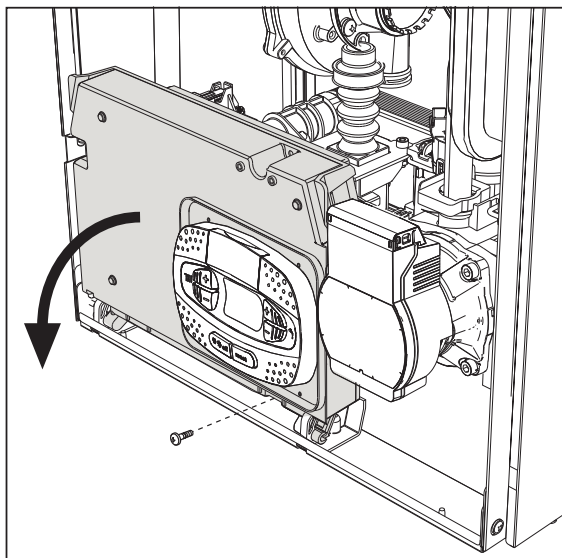
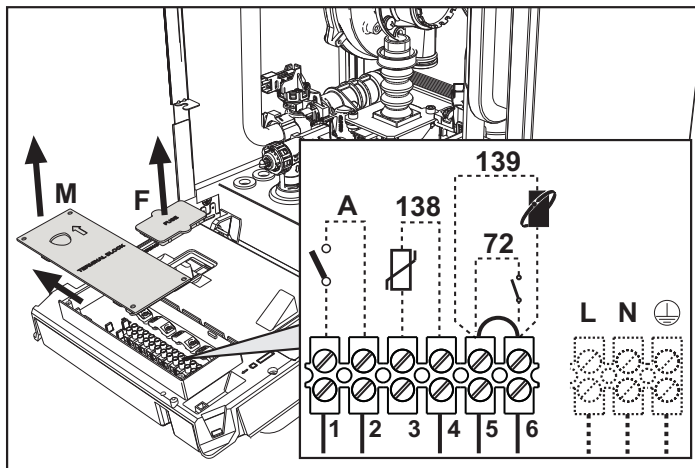

fig. 19
fig. 20
Dopo aver tolto il pannello frontale ('Apertura del pannello frontale' a pag. 33) è possibile accedere alla morsettiera (M) e al fusibile (F) seguendo le indicazioni descritte di seguito (fig. 19 e fig. 20). **I morsetti indicati nella fig. 20 devono essere a contatti puliti (non 230V).** La disposizione dei morsetti per i diversi allacciamenti è riportata anche nello schema elettrico alla fig. 63.
Configurazione Interruttore ON/OFF (A fig. 20)